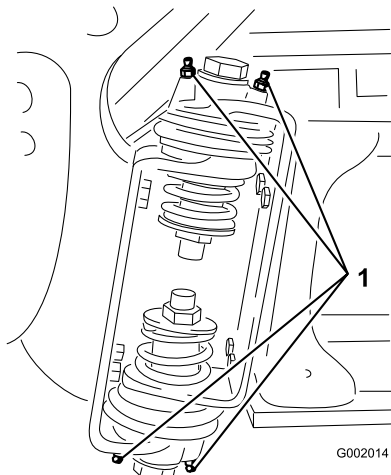

Figure 41
2. Injectez la graisse dans le roulement ou la bague de chaque graisseur (Figure 41).